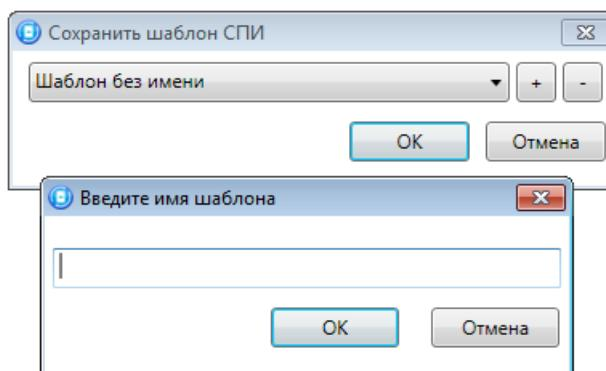

Рисунок 4.43 — Сохранение шаблона
- *Сохранить шаблон настроек:* открытие окна *Сохранить шаблон СПИ* (см. рисунок 4.43), с помощью которого может быть сохранена конфигурация ПОО контроллера в составе СПИ в качестве шаблона.